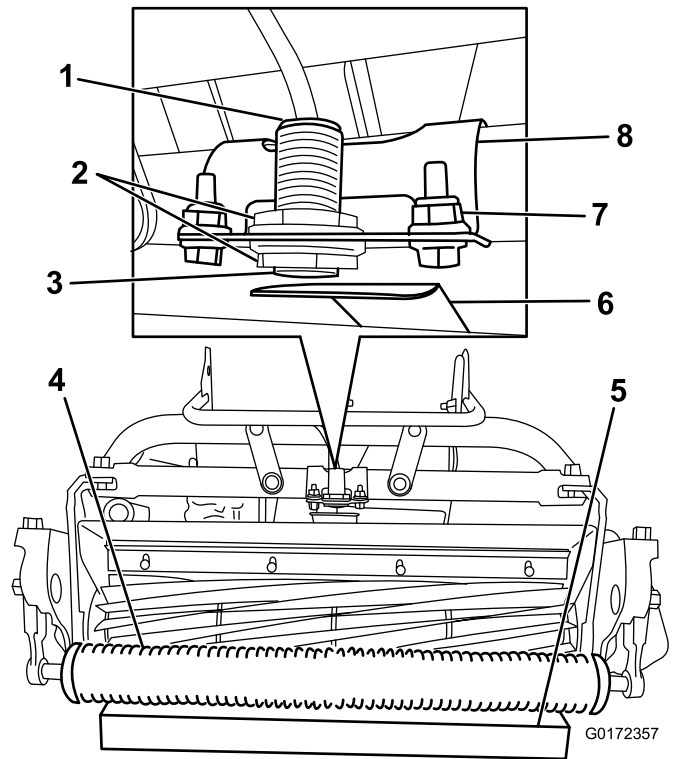

Bild 17
2. Lösen Sie die Klemmmuttern am Sensor und stellen Sie den Sensor so ein, dass ein Gewinde unter der unteren Klemmmutter sichtbar ist (Bild 17).
4. Stellen Sie einen 3,8 cm dicken Block unter die Rolle an der Frontschneideinheit (Bild 17).
5. Lösen Sie die Befestigungen, mit denen die Sensorhalterung am Rahmen befestigt ist (Bild 17).
8. Drehen Sie die Sensorhalterung zur Zielplatte, bis die Lampe oben am Sensor aufleuchtet (Bild 17). Wenn die Lampe bereits aufleuchtet, drehen Sie sie von der Zielplatte weg, bis sie ausgeht; drehen Sie sie dann in umgekehrter Richtung, bis sie wieder aufleuchtet.